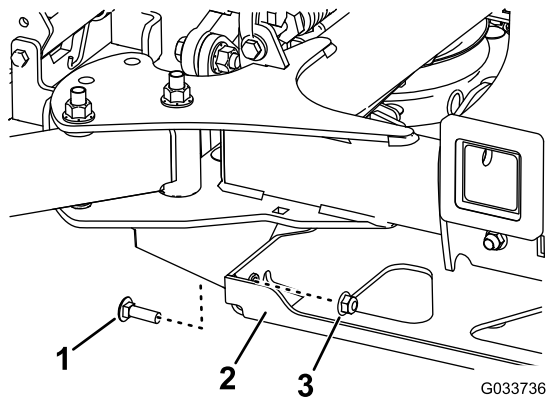

Figure 84
4. Retirez les 2 boulons et les 2 écrous qui relient le support de renfort au cadre (Figure 84).
4. Fixez le support de renfort au cadre à l'aide des 2 boulons et des 2 écrous que vous avez conservés (Figure 84).